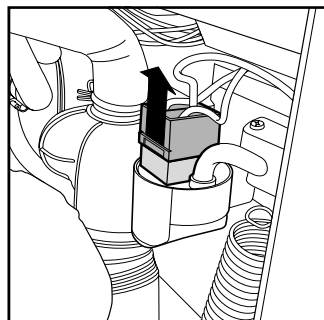

Рис.3
3. Отсоединить электрический провод против помех (заземляющий провод), сняв зажим (рис. 3).